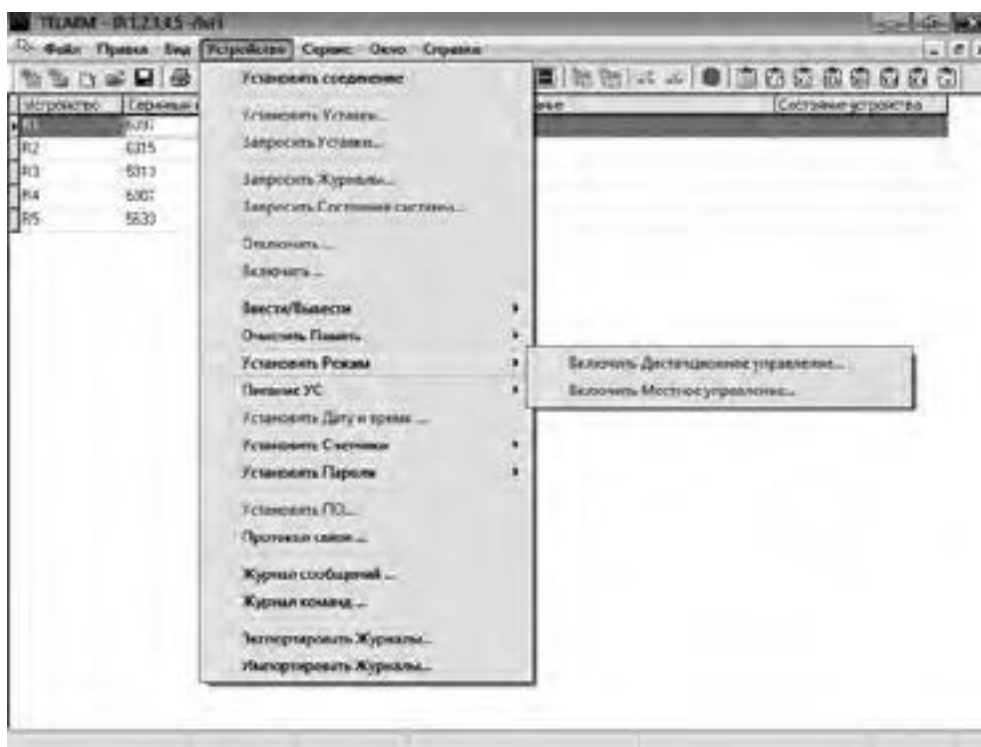

Рис. 4.10. Изменение режима управления
3. Если установлен режим управления «Дистанционный», необходимо выполнить команду «Управление/Установить режим/Включить местное управление» (см. Рис. 4.10).